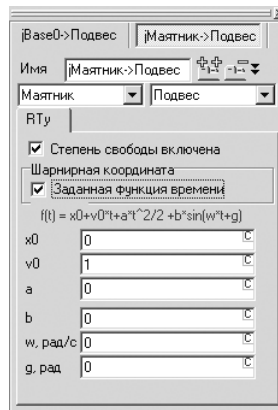

Рис. 1.90. Окно **Инспектор** с включенным флажком **Заданная функция времени** – включенным режимом моделирования кинематики
- щелкните по нужному вам шарниру, например по шарниру **jМаятник->Подвес** при моделировании объекта **Маятник**. Указанный шарнир выделится. Одновременно для выделенного шарнира появится соответствующее окно **Инспектор** (см. рис. 1.90);
- включите в окне **Инспектор** флажок **Заданная функция времени** (см. рис. 1.90), если он не включен, для перехода в режим решения задачи кинематики, и наоборот, для перехода в режим решения задачи динамики.
В режиме моделирования кинематики в системе **Универсальный механизм Express** реализована такая модель перемещения (см. формулу на рис. 1.90):
Задавая нужные значения параметров формулы перемещения в таблице окна **Инспектор** (рис. 1.90), пользователь может описать модели различных траекторий.